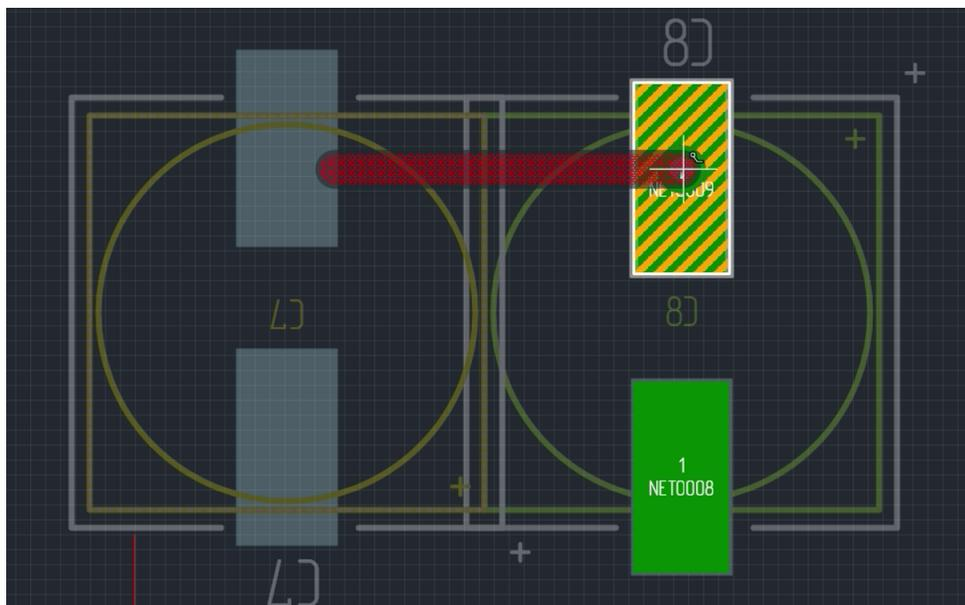

Рис. 186 Размещение ПО на КП в режиме трассировки
- Соединение двух КП. В режиме размещения трека иницируем размещение с начальной КП, расположенной, например, на слое SIGNAL\_TOP и переходим на слой SIGNAL\_BOTTOM. В этот момент на конце трека возникнет переходное отверстие. Можно завершить трек, установив ПО непосредственно на финальной КП, см. Рис. 186.